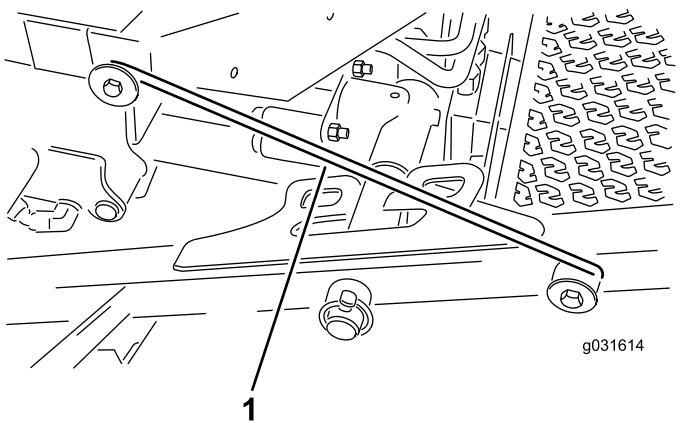

Bild 32
4. Lösen Sie die Riegelstange aus der Halterung am vorderen Trägerrahmen (**Bild 32**).
5. Heben Sie die Außenseite der Frontmähwerke an und positionieren den Riegel über den an der Vorderseite der Fahrerplattform befestigten Rahmenstift (**Bild 32**).